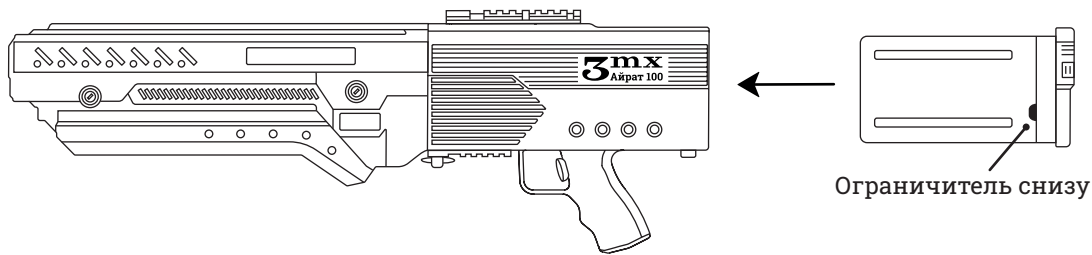

Рис. 7. Установка аккумулятора в подавитель.
- 4** Расположить аккумулятор так, чтобы ограничитель находился снизу (см. Рис. 7).